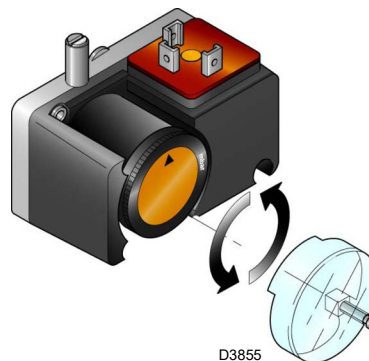

Рис. 34
- Отрегулируйте реле давления для контроля герметичности (комплект PVP) (Рис. 34 на стр. 36), при наличии, в соответствии с инструкциями, прилагаемыми к самому комплекту.
Отрегулируйте реле давления для контроля герметичности (комплект PVP) (Рис. 34) в соответствии с инструкциями, прилагаемыми к самому комплекту.